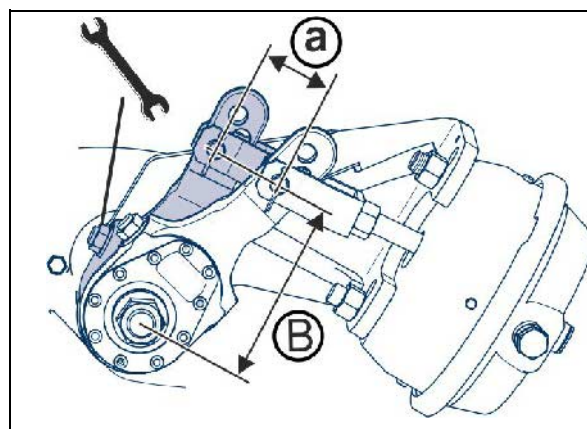

Fig. 113
1. Dévissez les deux plaques d'obturation (Fig. 113/1) du côté intérieur du tambour de frein.
Les saletés peuvent se déposer sur les garnitures de frein (Fig. 113/2) et dégrader fortement les performances de freinage.